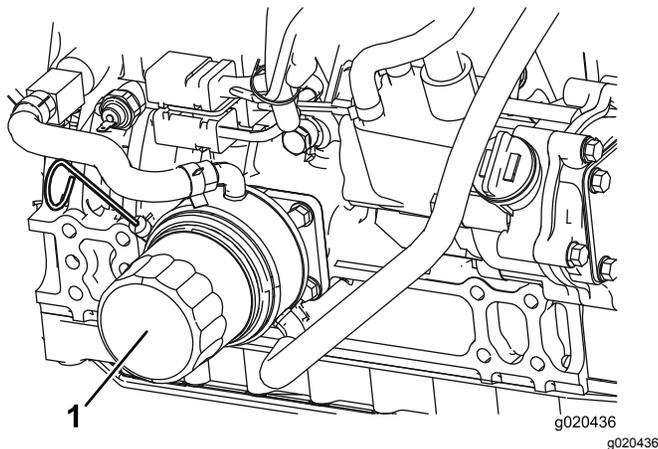

Figura 34
2. Retire el filtro de aceite (Figura 34). Aplique una capa ligera de aceite limpio al filtro nuevo antes de enroscarlo. No apriete demasiado.